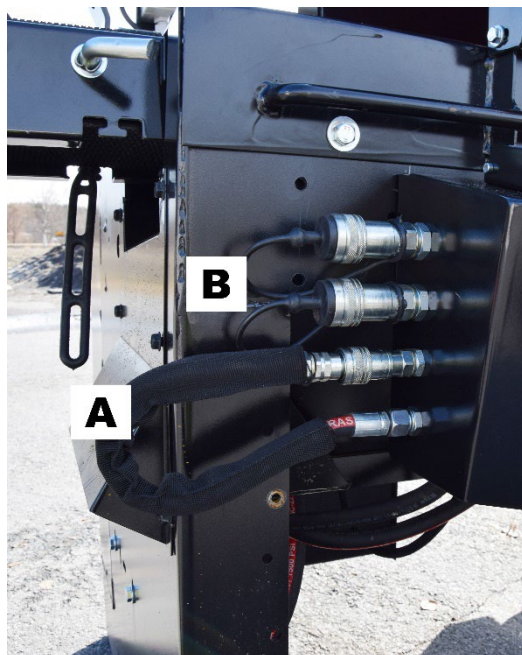

Figure 5
- ❑ Pour contrôler les rouleaux d'alimentation au niveau du porte-grumes, Fig. 5, partie A.
- ❑ Connecteurs sur la vanne hydraulique optionnelle, Fig. 5, partie B